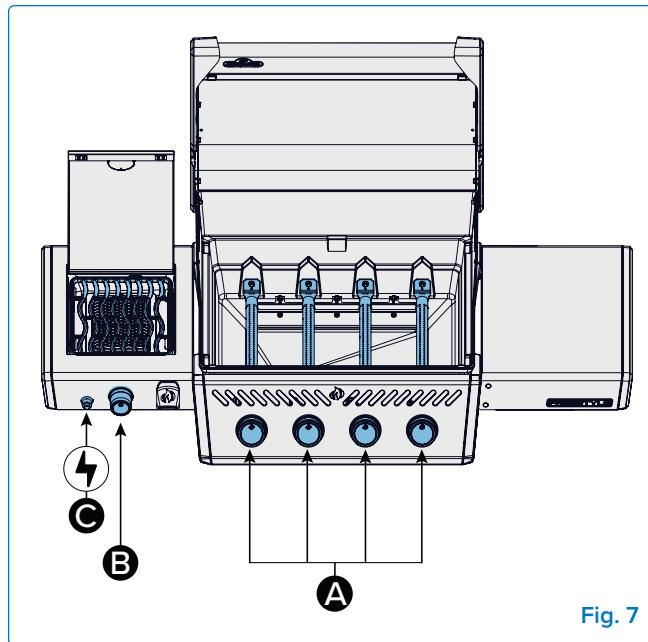
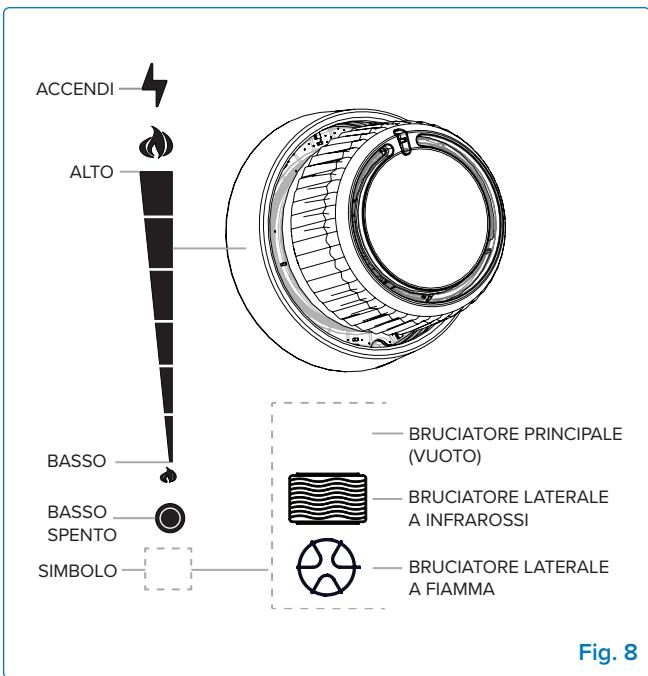

Fig. 7
Fig. 8
1. Aprire il coperchio della griglia (**Fig. 7**).
2. Premere e ruotare lentamente una qualsiasi manopola del bruciatore principale in senso antiorario fino alla posizione ALTA finché la spia non si accende. Continuare a premere la manopola di controllo finché il bruciatore non si accende e poi rilasciare (**Fig. 7-A**, **Fig. 8**).
- Premere e ruotare lentamente la manopola del bruciatore laterale in senso antiorario fino alla posizione ALTA finché la scintilla non accende il bruciatore. (**Fig. 7-B, Fig. 8**).
- Premere e ruotare lentamente la manopola del bruciatore laterale in senso antiorario fino alla posizione ALTA (**Fig. 7-B, Fig. 8**).
- Premere e tenere premuto il pulsante di accensione finché il bruciatore non si accende, oppure accendere con un fiammifero (**Fig. 7-C**).